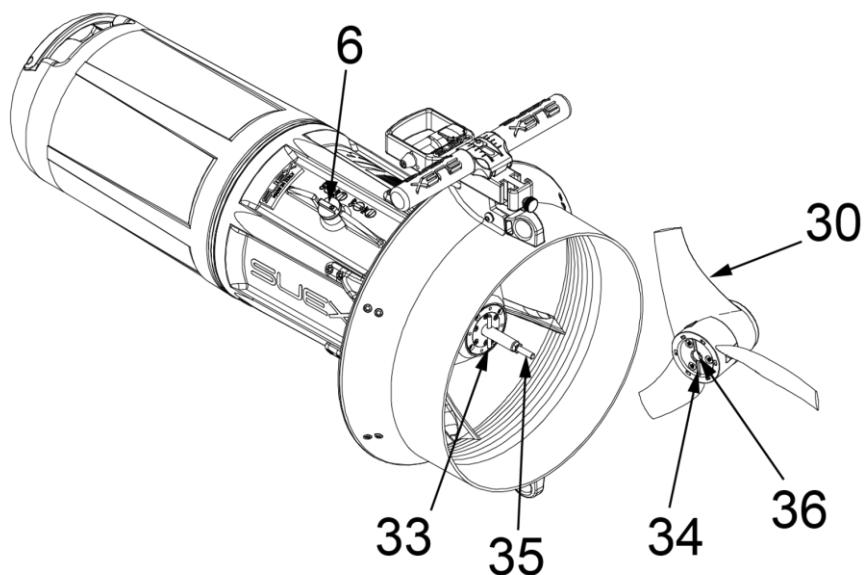

Fig 34 - Inserimento elica
Infilare l'elica (il foro 36 - Fig 34 - a pag. 40) nell'albero motore dello Scooter (35), girare l'elica (in senso ORARIO) fino a quando la spina (33) si trova a combaciare con la sede (34) dell'elica. Quando si sentirà uno scatto l'elica smetterà di girare.